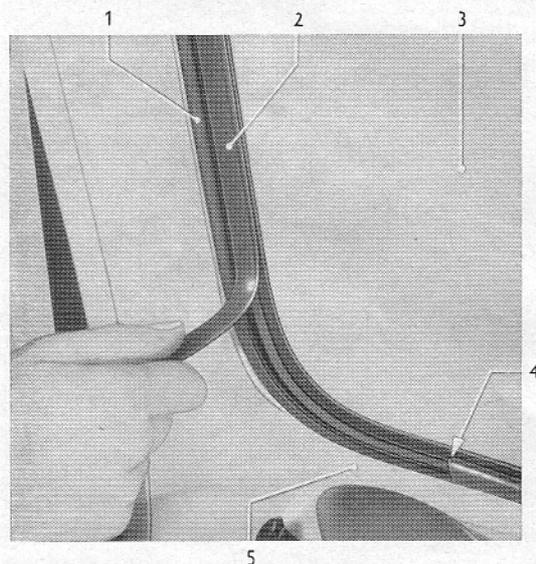

Bild 3 – Durchgeschnittene Gummifassung abreißen
- c) Gummifassung nach links, dann nach oben, über der Windschutzscheibe entlang und nach unten bis an die Stelle, die der Schnittstelle (3/4) gegenüberliegt, abreißen. An der Windschutzscheibe unten wird die Gummifassung nicht abgerissen (Bild 3).